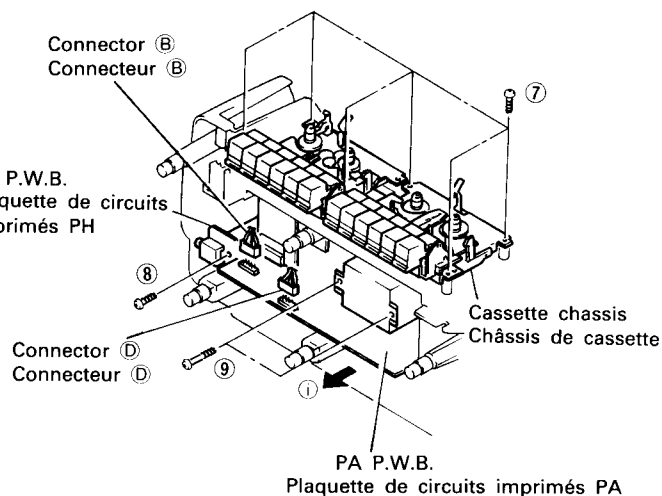
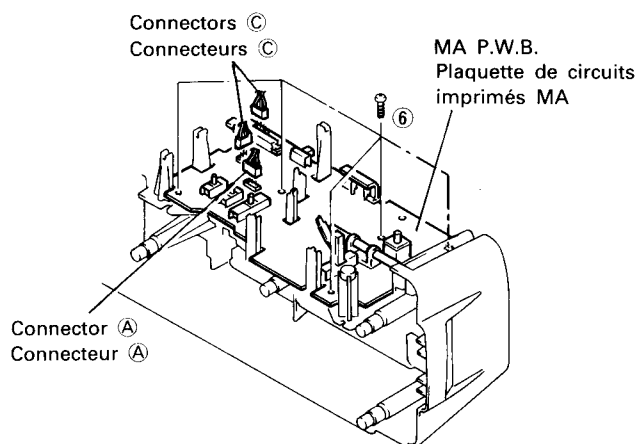

Fig. 6
Fig. 5
*See Fig. 5 for connector ④ and Fig. 6 for connector ⑤.
12. MA P.W.B. (Fig. 5)
13. Cassette chassis (Fig. 6)
14. PH P.W.B. (Fig. 6)
15. PA P.W.B. (Fig. 6)
*Voir la Fig. 5 pour le connecteur (A) et la Fig. 6 pour le connecteur (B).
12. Plaquette de circuits imprimés MA (Fig. 5)
13. Châssis de cassette (Fig. 6)
14. Plaquette de circuits imprimés PH (Fig. 6)
15. Plaquette de circuits imprimés PA (Fig. 6)